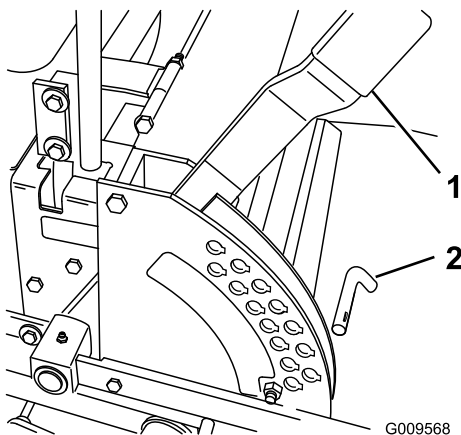

Figura 19
1. Levante la palanca de ajuste de la altura de corte a la posición de transporte, que es también la posición de altura de corte de 127 mm (5") (Figura 19).
3. Seleccione el taladro del soporte de altura de corte que corresponde a la altura de corte deseada, e inserte el pasador (Figura 19).
2. Para ajustar la altura de corte, retire el pasador del soporte de altura de corte (Figura 19).